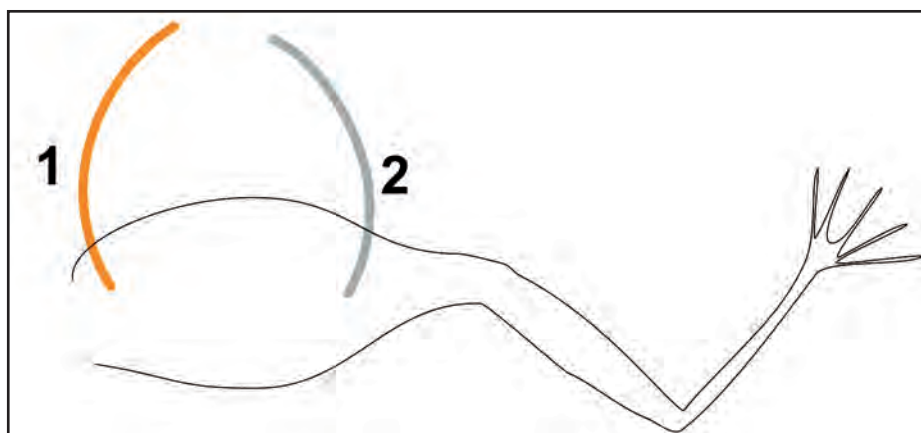

Fig. f61.3
Ce dernier est professeur d'anatomie : son travail consiste à observer et à dessiner les organes des êtres vivants. Par exemple des grenouilles ; et c'est justement en travaillant sur les batraciens qu'il remarque, en 1786, un phénomène fort curieux (figure f61.3) : si l'on touche le muscle de la cuisse à un endroit avec une tige de cuivre (1), et à un autre endroit avec une tige de fer (2), le muscle se contracte brutalement.